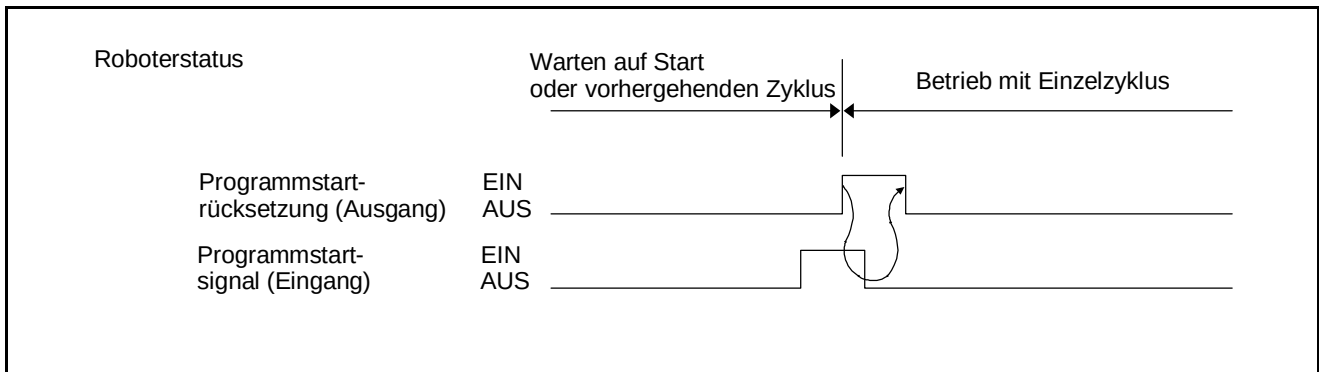

Abbildung 5-42 Beispiel zum Zeitverhalten des Signals "Programmstart" (fällt ab) - 1
② Beispiel zum Zeitverhalten des Signals "Programmstart" AUS (fällt ab)
- a) In Abbildung 5-42 ist dargestellt, wie das Abfallen des Signals "Programmstart" mit dem Robotersystemausgang initiiert wird (Ausgang Programmstart rücksetzen).